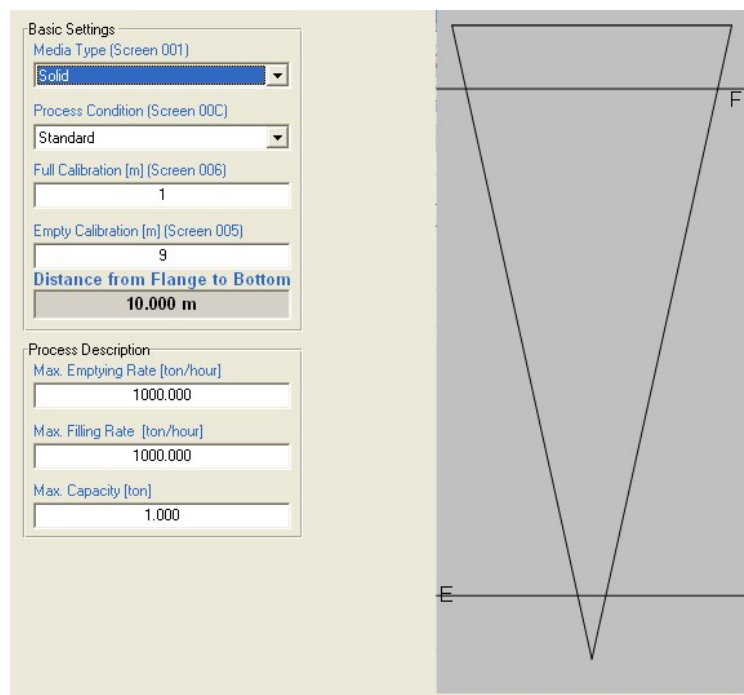

Рисунок 48 Пример: ёмкость конусной формы
- a. Ёмкость имеет форму конуса высотой 10 метров – см. Рисунок 48:
- b. Если значение «Full calibration» (FC) (расстояние до поверхности материала при «полной» ёмкости) равно 1 метру, а значение «Empty calibration» (EC) (расстояние до поверхности материала при «пустой» ёмкости) равно 9 метрам, то диапазон измерений будет равен 8 метрам ($9-1=8$) – см. Рисунок 48.